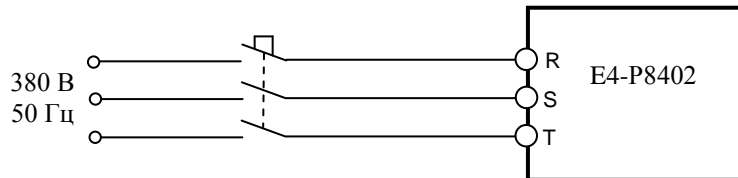

Рис. 4.11. Подключение ПЧ к сети 3ф 380В
4.9.2. Подать напряжение питания 3Ф ~380 В на преобразователь, как показано на рис. 4.11.